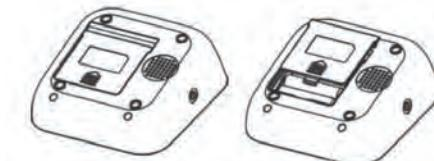

Fig. 04
1. Tryk krogen nederst på batteridækslet ind, og løft batteridækslet af i pilens retning (fig. 04).